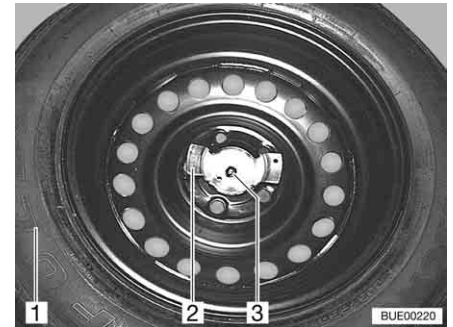

Fig. 235 Fixation de la roue de secours
- Dévisser les deux écrous (Fig. 235,2 et 3).
- Retirer la roue de secours (Fig. 235,1) de son étrier.